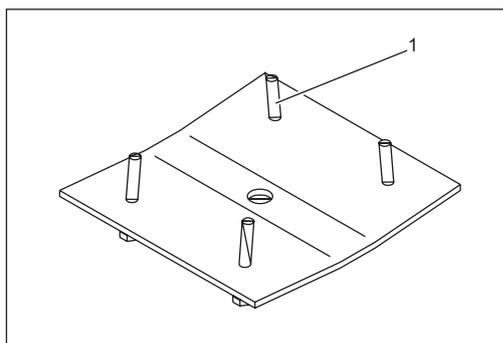

Fig. 5:
- regolare le viti di registrazione (Fig.5/1)